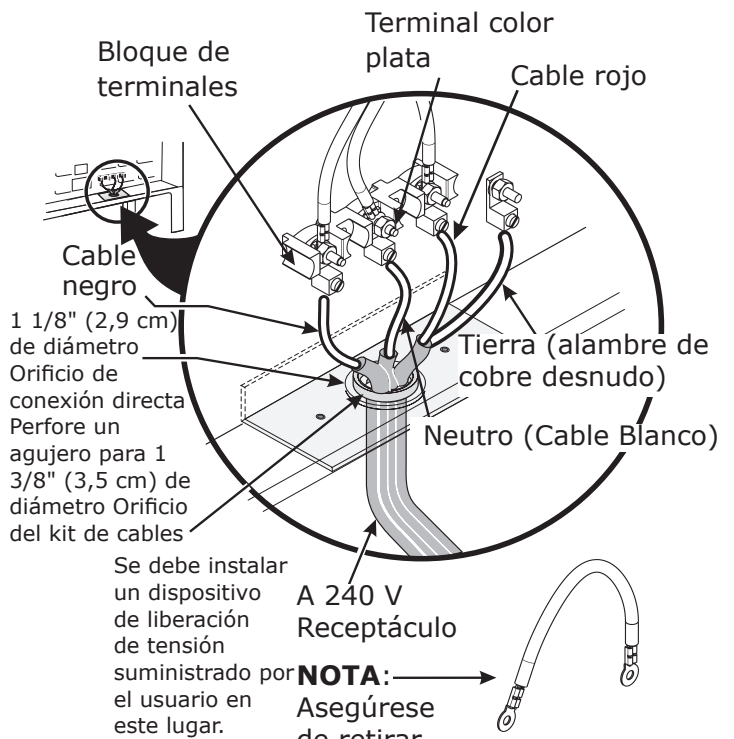

Figura 9
NOTA: El rango de deslizamiento eléctrico se envía de fábrica con un orificio de 1 1/8 " (29 mm) de diámetro, como se muestra en la figura 9. Si se requiere un orificio más grande, perfora el orificio ciego.
En los casos en los que el código local NO permite la conexión a tierra del conductor del marco al cable neutro del cable de alimentación eléctrica de cobre (consulte la Figura 9):
3. Con las tuercas suministradas en el paquete con documentación, conecte el cable de tierra (verde) del cable de alimentación eléctrica de cobre al marco del electrodoméstico con el tornillo a tierra, mediante el orificio que hay en el marco donde se retiro la cinta de puesta a tierra (consulte la Figura 9).